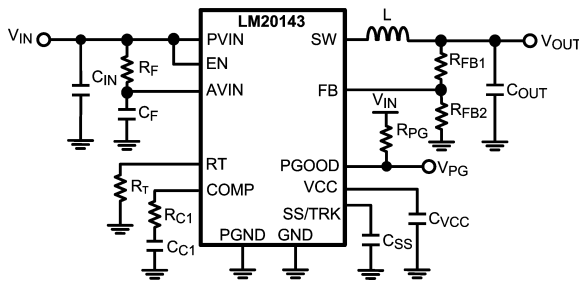

FIGURE 2. Typical Application Circuit
LM20143 は、できる限り少ない外付け部品で効率的な低電圧降圧レギュレータを実装するために必要なすべての機能を備えたスイッチング・レギュレータです。この使いやすいレギュレータは、2つのスイッチ素子を内蔵し、最大 3A の連続出力電流を供給できます。レギュレータは非線形スロープ補償によるピーク電流モード制御により、出力電圧範囲全体にわたり最適な安定性および過渡応答を実現します。ピーク電流モード制御は、入力電圧フィードフォワード、サイクルごとの電流制限、スロープ補償が簡単という特長を原理的に備えています。スイッチング周波数は、グラウンドに接続した外部抵抗を用いて 500 kHz ~ 1.5 MHz の範囲で変えることができます。デバイスは高いスイッチング周波数で動作可能で、小型のインダクタを使用しながら 96% の高い効率を達成します。高精度な内部電圧リファレンスにより、出力を 0.8V という低電圧に設定できます。そのほか、電流制限、サーマル・シャットダウン、オーバーボルテージ保護、シャットダウン機能を備えています。デバイスは放熱を助ける露出パッドを組み込んだ eTSSOP-16 パッケージで供給されます。5V または 3.3V バスから効率的に降圧する目的で、LM20143 は数多くのアプリケーションに適用することが可能です。LM20143 の一般的なアプリケーション回路は設計ガイドラインの Figure 2 に示しています。
この項では、全機能を有する電源の構築に必要な外付け部品の選定方法を段階を踏んで説明します。どのような DC/DC コンバータの設計であっても、効率、実装面積、性能が最適化のトレードオフになります。このセクションではこれらの設計条件について詳しく取り上げます。部品選定を簡易化するために、下の Figure 2 に示す回路を参考として使用します。特記のない限り、すべての式において単位は電流をアンペア (A)、容量をファラッド (F)、インダクタンスをヘンリー (H)、電圧をボルト (V) とします。
高周波ノイズのスパイクによって AVIN ピンおよび AGND ピンに接続された高感度のアナログ回路が妨害されることを防ぐため、PVIN と AVIN の間に高周波数 RC フィルタが必要となります。これらの部品は Figure 2 に C_F および R_F として示されています。 R_F に必要な値は 1 です。 C_F は必ず使用してください。 C_F の推奨値は 1.0 μ F です。フィルタ・コンデンサ C_F は、AVIN と AGND を直接接続し、可能な限り IC の近くに配置してください。このとき、 C_F には X5R や X7R など、適切なセラミック・コンデンサを選択すべきです。